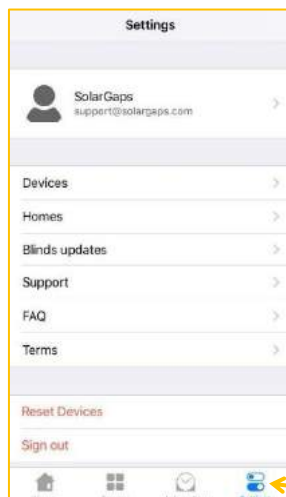

Abbildung 59
10.14.1. Auf das Menü zur App-Einstellung **Settings** tippen (Abb. 59).